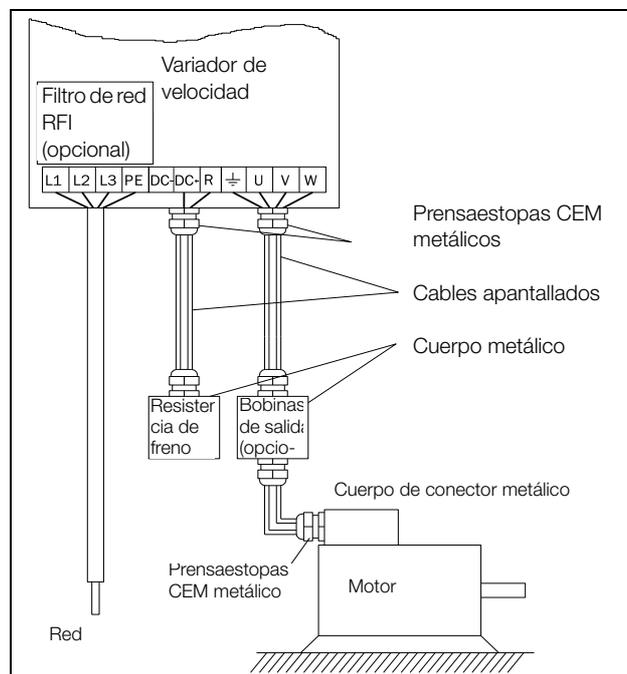

Fig. 72 Conexión de los cables de red y del motor.
1. Conecte los cables de red como se indica en la Fig.72. El variador de velocidad lleva incorporado de serie un filtro de red RFI conforme con la categoría C3 que cumple los requisitos del segundo entorno.
Conecte los cables de motor como se muestra en la Fig.72. Para cumplir la Directiva CEM, debe utilizar cables apantallados y conectar la pantalla del cable de motor en ambos extremos: al cuerpo del motor y al chasis del variador de velocidad.